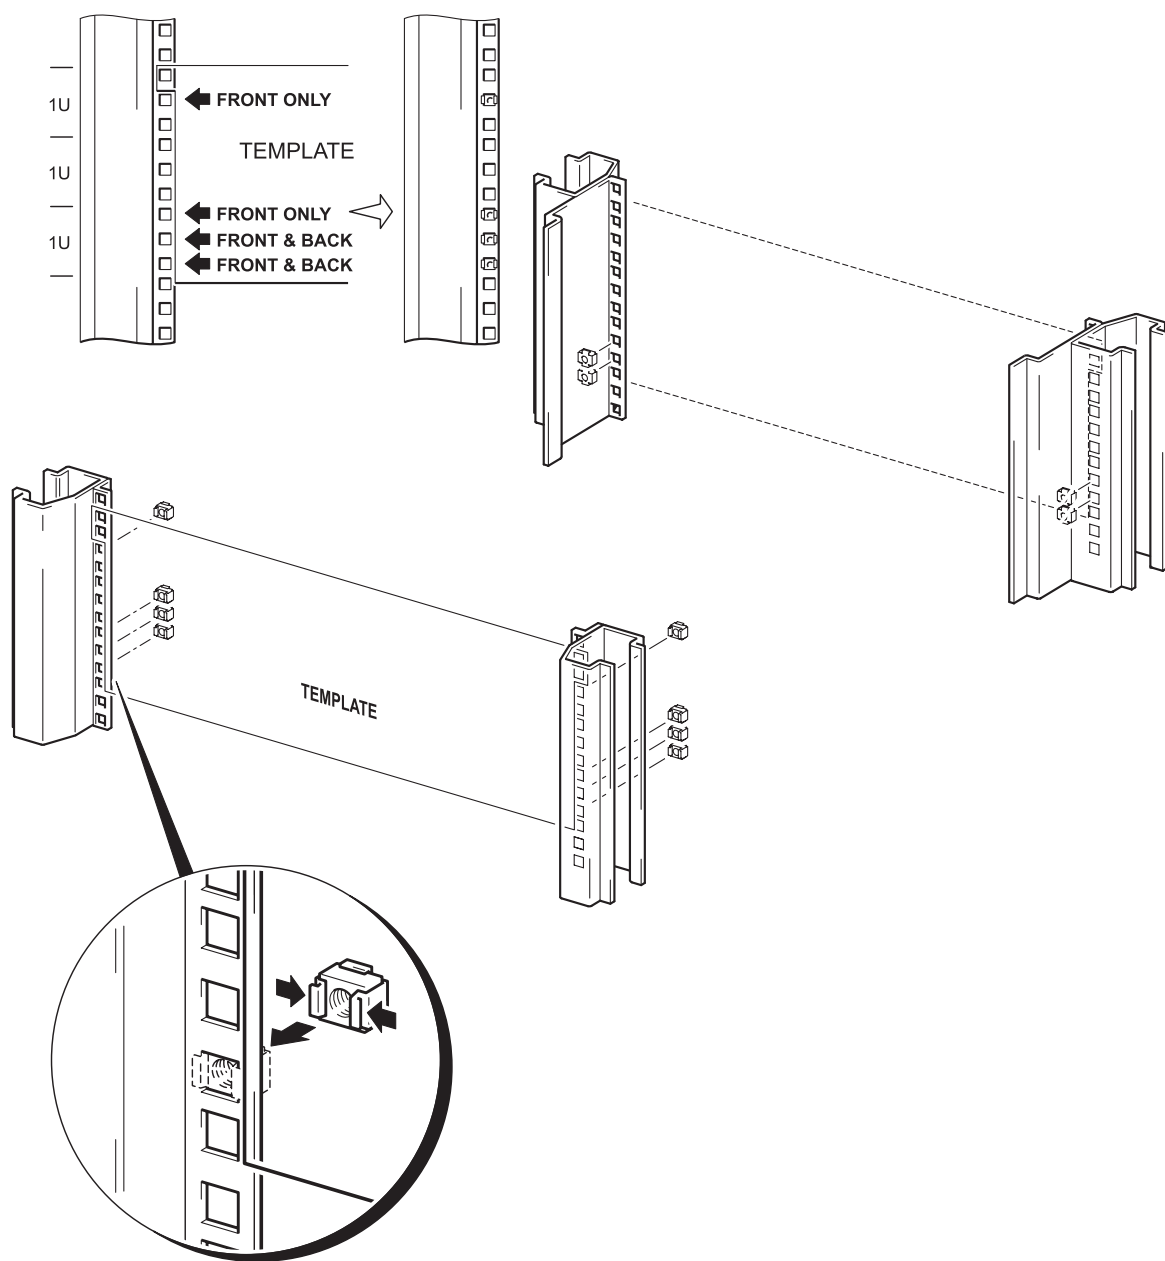

Рис. 26. Установка гаек М6 в стойке с квадратными отверстиями
- 3 Закрепите восемь гаек на передних опорах стойки (по четыре на каждой опоре). Положение гаек указано на шаблоне черными стрелками с обозначениями “FRONT ONLY” и “FRONT & BACK” (см. Рис. 26). Сожмите гайку по бокам и вставьте ее в квадратное отверстие с внутренней стороны опоры. Гайки подпружинены, поэтому для их установки может потребоваться отвертка.